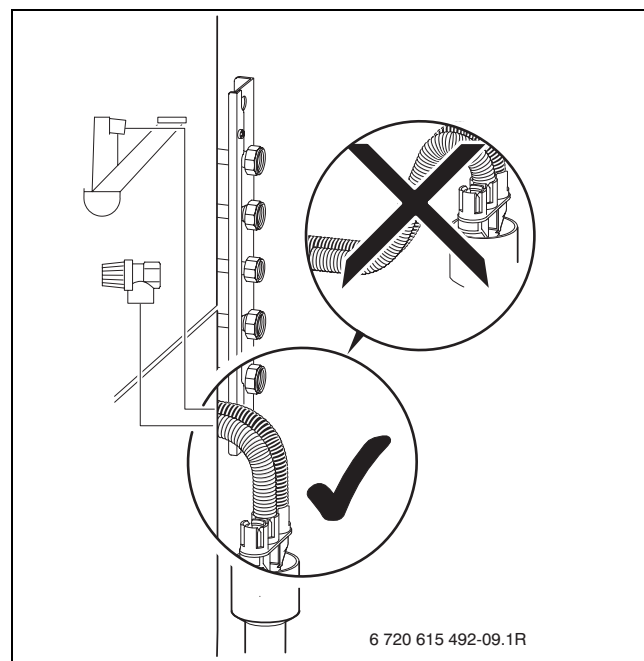

Bild 13
- Schlauch vom Sicherheitsventil an Ablaufgarnitur anschließen (→ Bild 13, Seite 17).